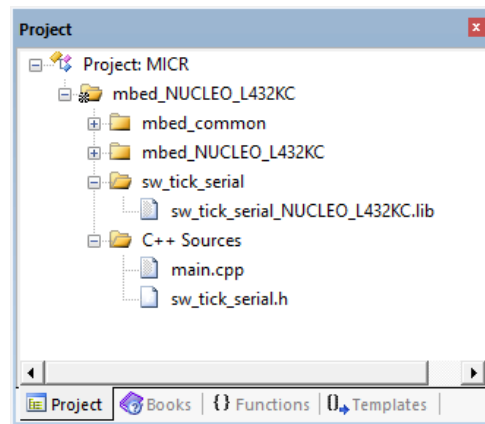

FIGURA 21: *group* y archivos de *sw_tick_serial* anadidos al proyecto.
5. Tal como hizo en el punto 3 anterior, anada ahora el fichero .lib en MICR\sw_tick_serial al *group* sw_tick_serial recién creado. Ahora debe elegir archivos del tipo Library File (*.lib). Todo esto anade el fichero objeto de la librería sw_tick_serial al proyecto dentro de un *group* llamado sw_tick_serial, como se aprecia en la figura 21.